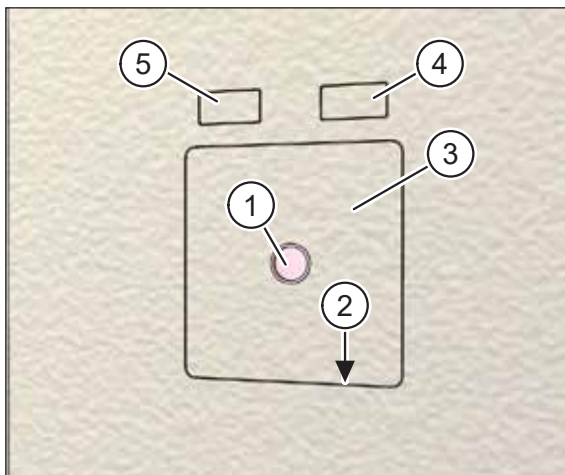

Abb. 34: Montageset innen verputzt
- ▶ Entfernen Sie den Signaldeckel (Pos. 1 in Abb. 34).
- ▶ Ritzen Sie mit einem Messer den Putz an der Innenseite des Putzrahmens (Pos. 2 in Abb. 34) ein.
- ▶ Entfernen Sie vorsichtig den Putzschutzdeckel (Pos. 3 in Abb. 34) und die dahinter liegende Kartoneinlage.
- ▶ Entfernen Sie die Putzschutzdeckel über dem Zuluft- (Pos. 4 in Abb. 34) und / oder Abluftkanal (Pos. 5 in Abb. 34).